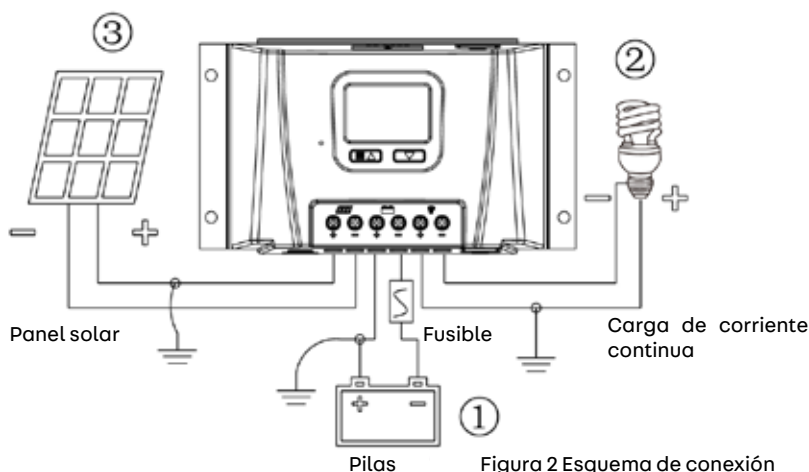

Figura 2 Esquema de conexión
(1) Conecte los componentes al regulador de carga en el orden indicado, prestando especial atención a los "+" y "-". No introduzca el fusible o el interruptor en el disyuntor durante la instalación. Cuando el sistema se desconecta, la secuencia se mantiene (consulte la figura 2).
(2) Después de encender el controlador, compruebe que la pantalla LCD está encendida. En caso contrario, consulte el capítulo de resolución de problemas en la página 9. Conecte siempre primero la batería para que el controlador pueda detectar la tensión del sistema.
(3) El fusible de la batería debe instalarse lo más cerca posible de la batería. La distancia recomendada es de 150 mm.
(4) El controlador de esta serie es un controlador de tierra positiva. Cualquier conexión positiva de la energía solar, la carga o la batería puede conectarse a tierra si es necesario.